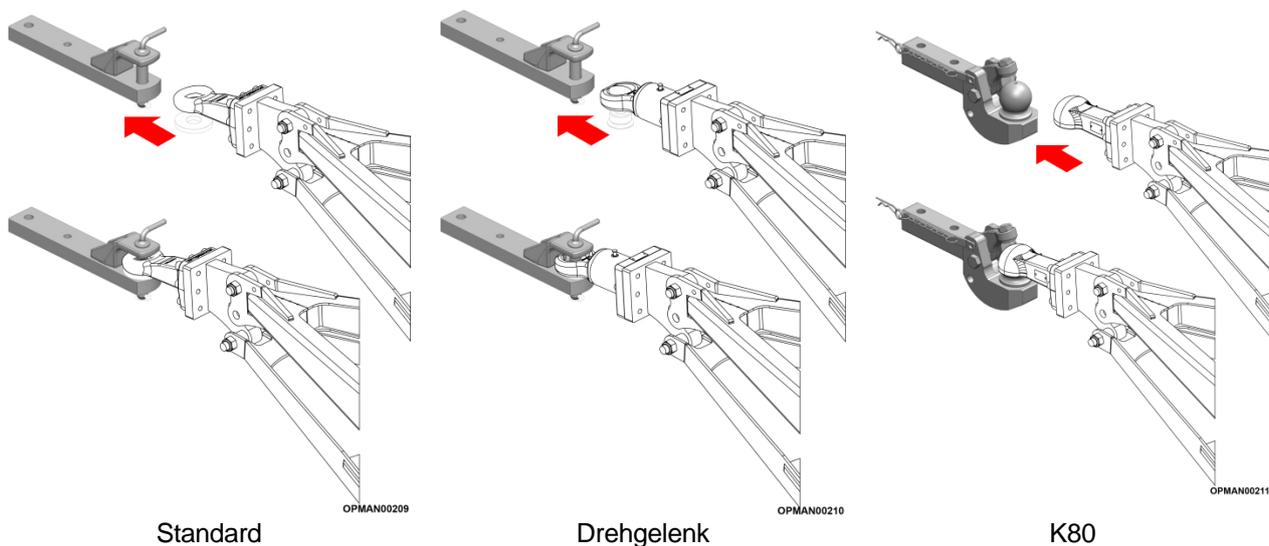

Abbildung 4.8 – Army Master Zugösenoptionen
- 4.4.2.6 Wenn die Maschine entweder mit einer Standard- oder einer schwenkbaren Zugöse ausgestattet ist, müssen Verschleißpolster zwischen der Zugöse und der Gabelkopfkupplung angebracht werden, siehe Abbildung 4.8.